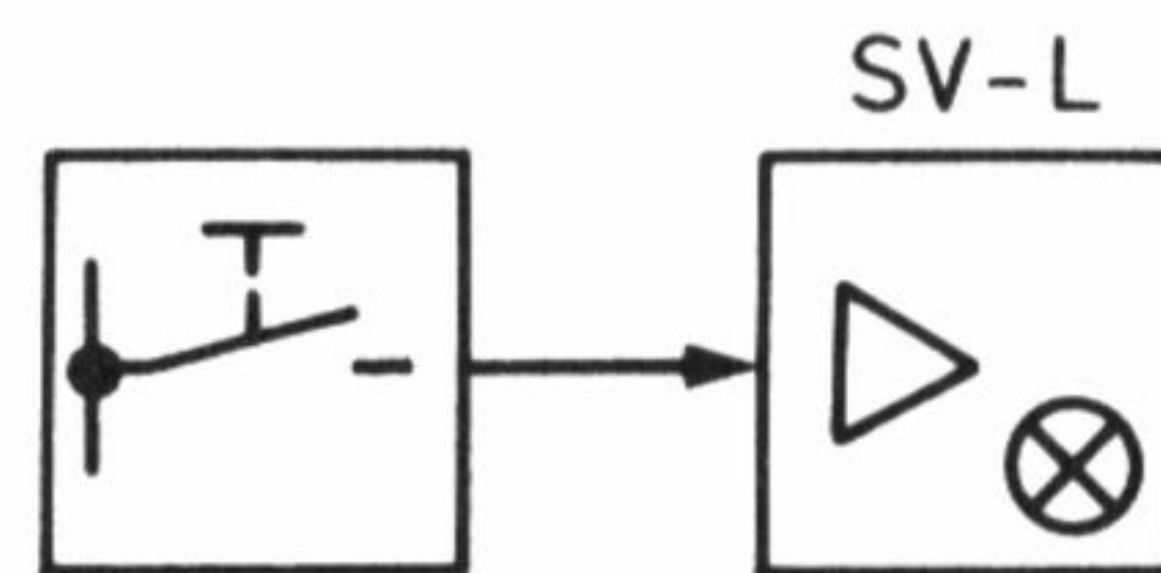

Bild 7.14: Ansteuerung eines Ausgangsschaltverstärkers (Glühlampen-Last).
**Versuch II: Ausgangsschaltverstärker SV-L mit Glühlampe (Bild 7.14)**